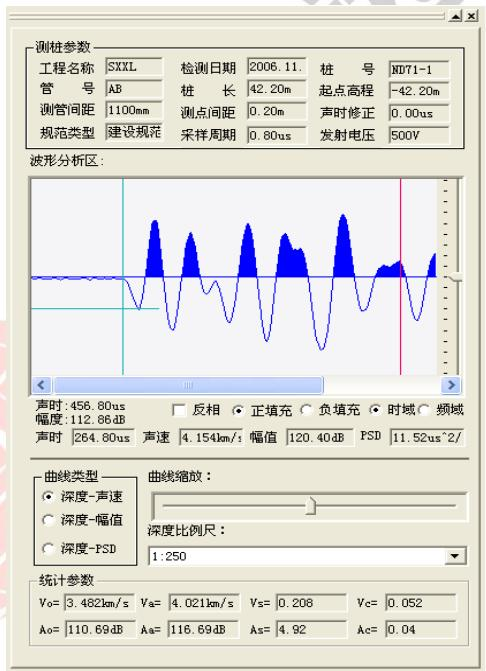

图 4.14 控制面板
控制面板显示已打开文件的当前检测面的相关信息并可对数据窗口、结果曲线窗口及波形窗口选中的波形进行单波分析。同时显示经过计算后当前测面的统计参数、对结果曲线进行缩放及设置不同深度比例尺(如图 4.14 所示)。
**波形分析区:** 用于对当前被选波形进行分析 (如图 4.14 所示), 在波形分析区内, 粉绿色的线表示波形的首波声时判读线, 当游标移动到合适的位置后点击鼠标左键, 可重新确定该波形的首波声时及首波幅度, 红色的线则表示游标, 当在波形分析区内移动鼠标时, 游标也随之移动, 并且在波形分析区左下方显示游标当前位置所对应的声时。用户也可以对波形进行反相、正填充、负填充、缩放及对波形进行频谱分析。在声时、声速、幅值及 psd 后面的编辑框内则显示当前波形的相关参数。